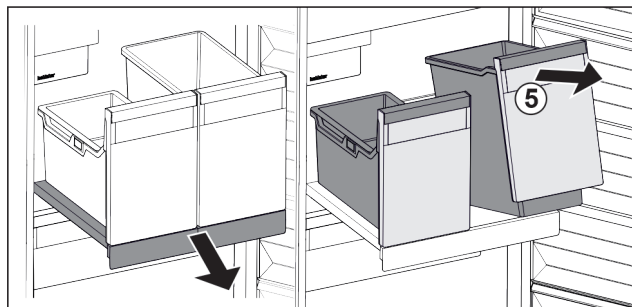

Fig. 51
- ▶ Nádobu Fig. 51 (5) vpředu nadzvedněte.